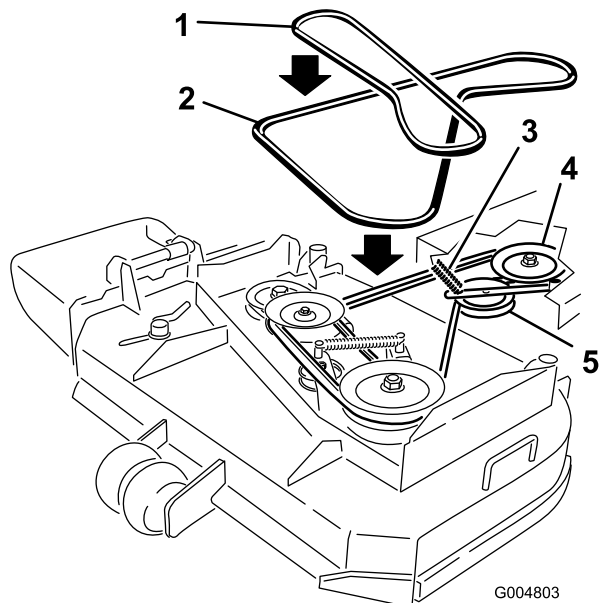

Figura 45
6. Rotolate la cinghia lontano dalla puleggia centrale sulla scocca del motore (Figura 45). Fate attenzione quando toglie la cinghia poiché la tensione aumenterà a causa della puleggia tendicinghia a molla.
7. Togliete la cinghia dalla puleggia del motore e dalla puleggia tendicinghia a molla (Figura 45).
8. Montate la nuova cinghia sulla puleggia del motore e sulla puleggia tendicinghia a molla (Figura 45).
9. Rotolate la cinghia nella puleggia centrale sulla scocca del motore (Figura 45). Fate attenzione quando